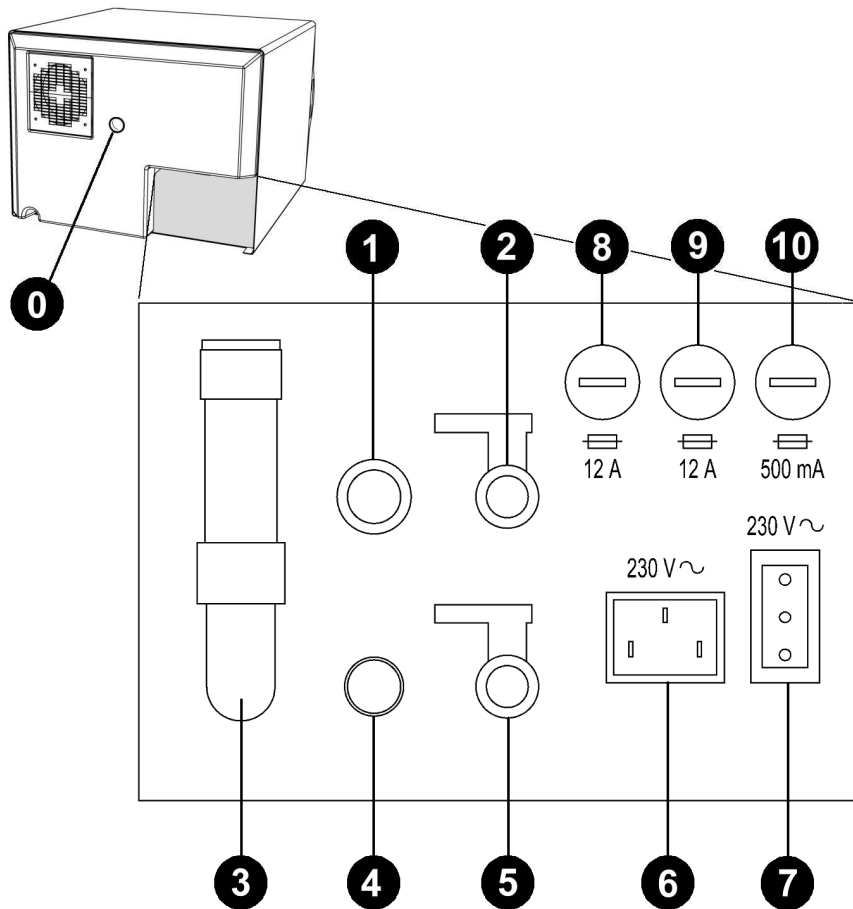

FIG.1
- Der Stecker des Inkubator (ABB.1 Pos. **18**) darf nur für den Anschluss des B-TEST verwendet werden. Anschluss an 230 V AC unabhängig vom Hauptschalter (MAINS), den Stecker nicht mit nassen oder feuchten Händen anfassen und vor eventuellen Wasserspritzern schützen.